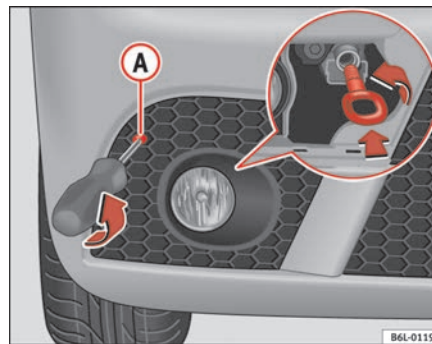

Abb. 171 Abschleppöse vorne
- Entfernen Sie die Schraube  ⇒ Seite 242, Abb. 171.